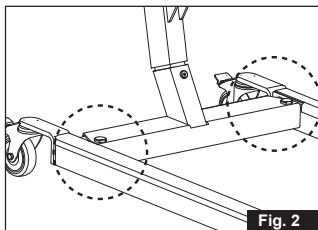

Fig. 2
- Klemrisiko mellem personløfterens ben og chassis ved breddeindstilling af personløfterens ben (fig. 2).